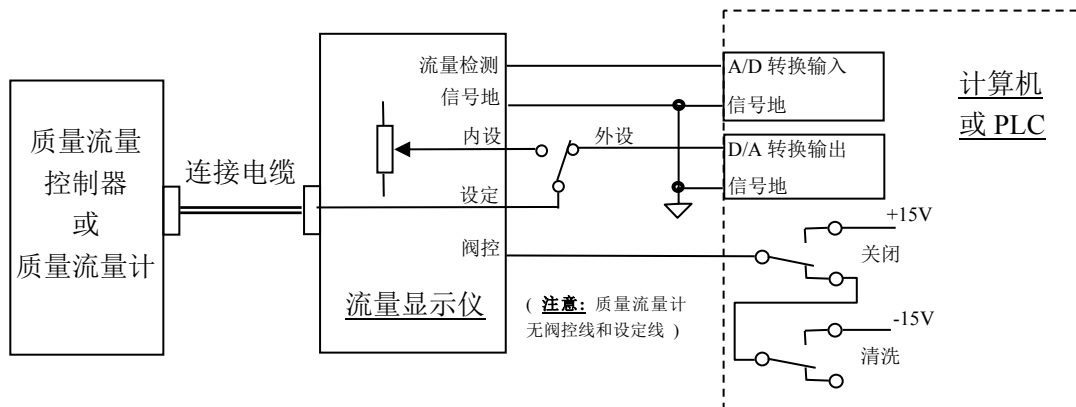

图 11. 通过流量显示仪与计算机的连接
- a. 通过流量显示仪与计算机(或其它外部信号)的连接方法, 见图 11。
参照图 1 和图 11，先将显示仪上的设定开关打到“外设”位，将阀控开关置于“阀控”位，再启动计算机程序进行工作。